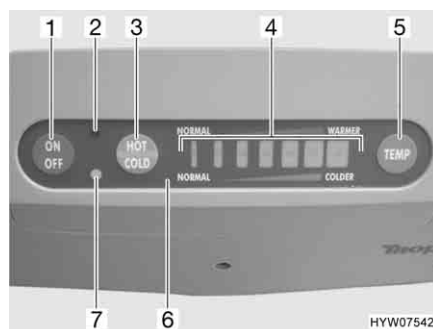

Fig. 194 Pannello di controllo del frigorifero portatile
- Premere sul pannello di controllo (Fig. 194,6) il tasto "ON/OFF" (Fig. 194,1).
di funzionamento blu (Fig. 194,7). Nella modalità riscaldamento è accesa l'indicazione di funzionamento rossa (Fig. 194,2). Sette LED (Fig. 194,4) indicano l'intervallo di variazione della temperatura.
- Sul pannello di controllo premere il tasto "HOT/COLD" (Fig. 194,3).
- Sul pannello di controllo, premere il tasto "TEMP" (Fig. 194,5) finché viene raggiunta la variazione di temperatura desiderata.
- Premere sul pannello di controllo il tasto "ON/OFF" (Fig. 194,1).